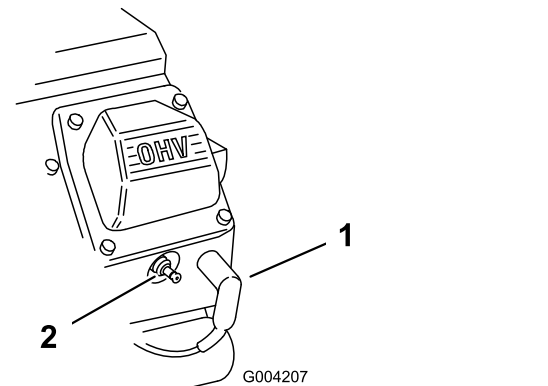

Figura 47
2. Puxe os cabos das velas (Figura 47).
3. Coloque os cabos nas velas de ignição (Figura 47).